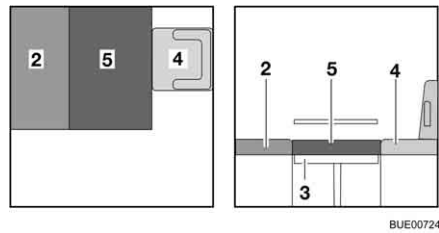

Fig. 98 Après la transformation
- Placer le coussin supplémentaire (Fig. 98,5) sur la table.
- Le cas échéant, repousser le siège conducteur (Fig. 98,4).